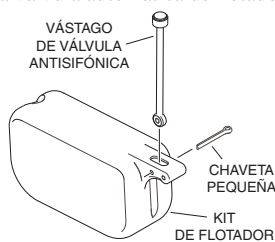

Figura 2
3. Ubique el conjunto de vástago de la válvula antisifónica en la ranura del flotador y haga pasar la chaveta de 1 1/8" (la más pequeña de las dos chavetas) por el flotador y el conjunto de vástago de la válvula (ver la figura 2), y abra ligeramente el extremo de la chaveta. Si está correctamente instalado, el conjunto de vástago de la válvula debe girar libremente en la chaveta dentro del flotador.